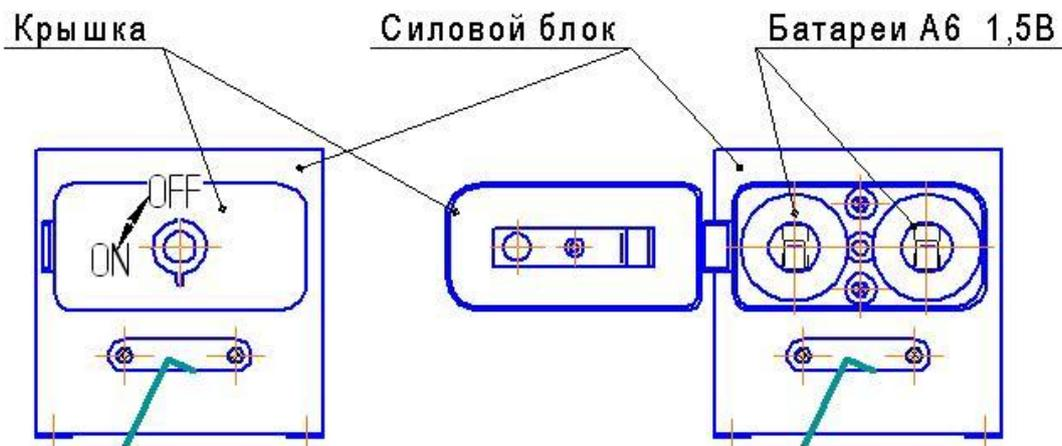

Рис.9 Установка элементов резервного питания силового блока САБК-Э.34.00.000.
7.4.2 Установите элементы резервного питания в силовой блок с обеспечением полярности согласно схемы на рис. 9, открыв крышку в нижней части силового блока рис. 9. Подсоедините штекер сетевого блока питания\* поз.1 к правому разъёму силового блока (рис.10). Вставьте сетевой блок питания в сеть ~ 220В, 50Гц.